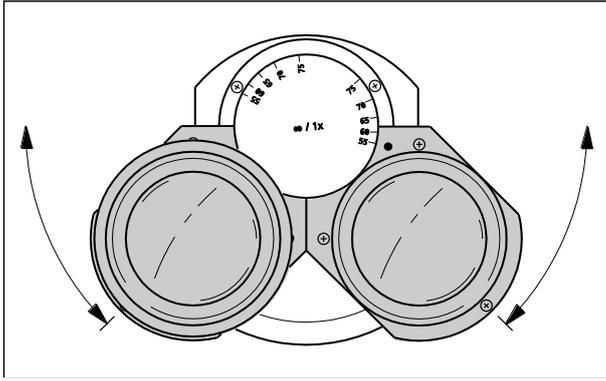

图 3-44 设置双目镜筒的目镜距离
- 对称转动两个目镜插孔，让目镜距离 (瞳距) 匹配观察者的双眼距离 (图 3-44)。